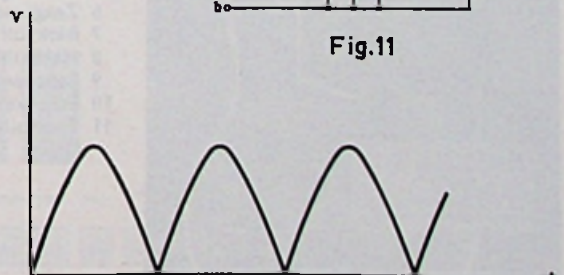

Fig. 10
- Er vindt dubbelfazige gelijkrichting plaats; het verloop van de spanning op de voltmeter is dus zoals in fig. 10 is geschetst.